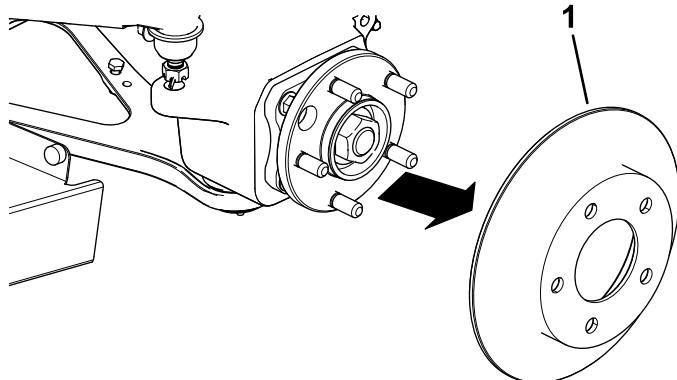

Bild 6
- Entfernen Sie den Drehzylinder (Bild 6).
4. Befestigen Sie den Drehzylinder an der Nabe (Bild 6).